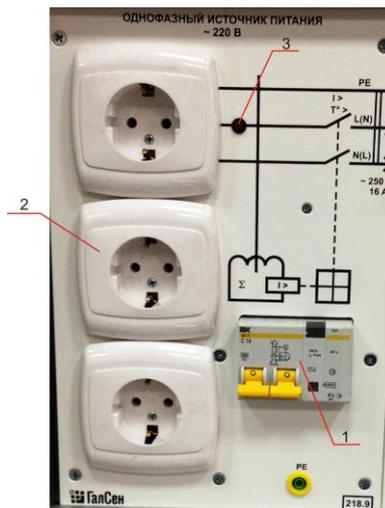
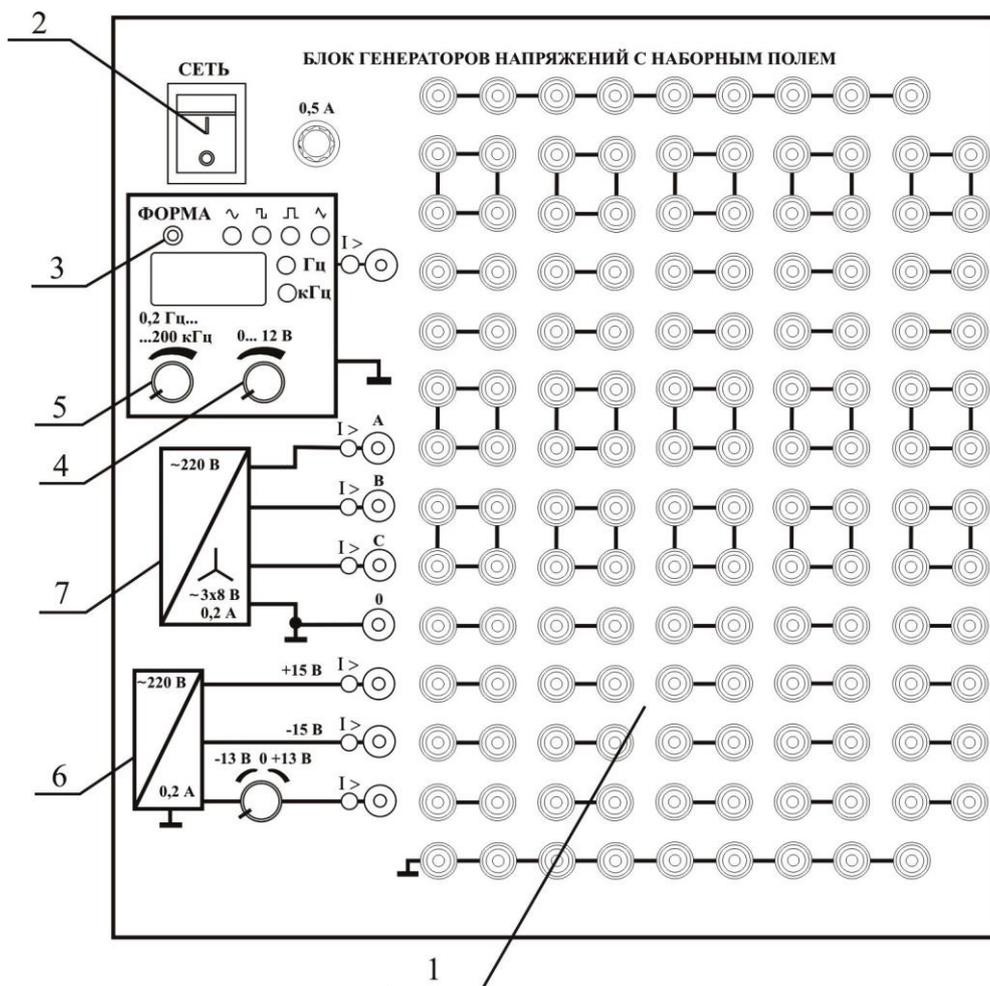
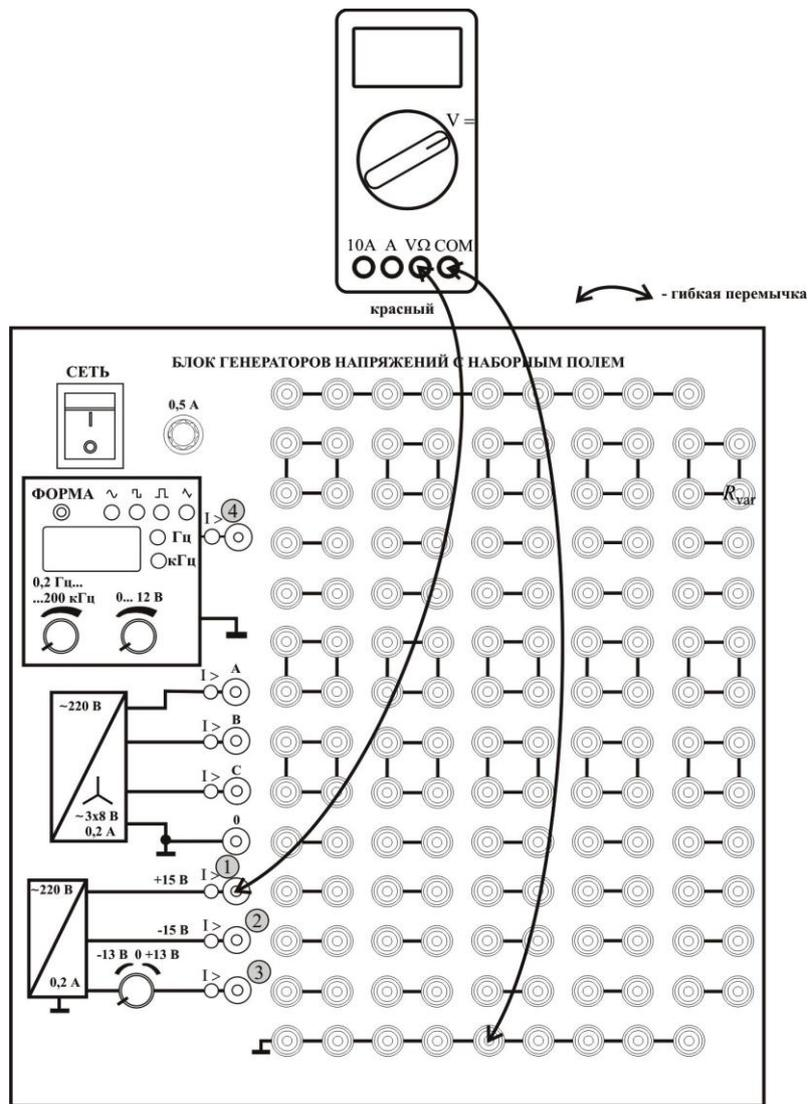

Рис. 2. Однофазный источник питания:
Рис. 3. Блок генераторов с наборным полем:
Рис. 14. Измерение напряжений источника питания мультиметром.
Однофазный источник (рис. 2) питается от трёхпроводной однофазной сети (фаза, ноль и земля). В нём смонтированы устройство защитного отключения (УЗО) и автомат для защиты от перегрузки по току (1), блок розеток (2) для подключения внешних измерительных приборов и осциллографа. При включенном выключателе (1) горит индикатор (3).
Блок генераторов с наборным полем (рис.3), предназначен для формирования однофазных сигналов различной формы, регулируемых по амплитуде и частоте,
Включите однофазный источник (рис. 2), сетевой тумблер блока генераторов (рис. 3) и сетевые тумблеры мультиметров. Выберите любой из четырех мультиметров, поворотным переключателем установите режим измерения постоянного напряжения  $V=$  и диапазон измерения 20 В (рис. 14).